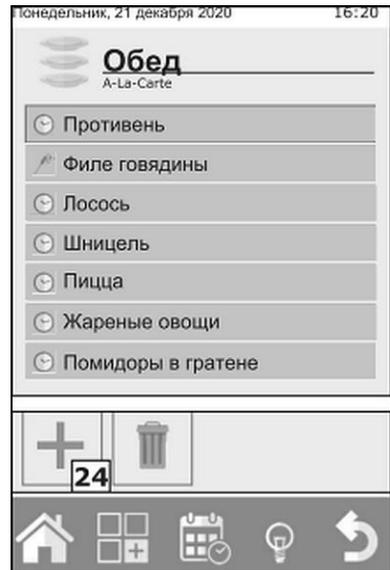

Рис. 31
2. Нажать кнопку „+“ (24, Рис. 31).
5. Нажать кнопку „+” (24, Рис. 31), чтобы продолжать и добавлять следующие названия блюд.